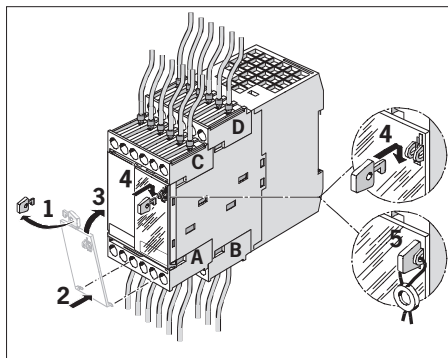

Fig. 3: Montage et plombage du protecteur
⚠️ Le protecteur joint (cf. Fig. 3) doit obligatoirement être en place pour protéger l'appareil vis-à-vis des décharges électrostatiques.
► Poser et plomber le cache (voir Fig. 3).